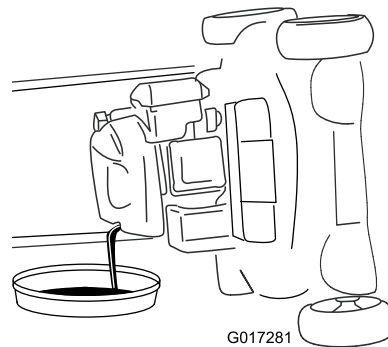

Рисунок 30
4. Для слива отработанного масла через маслозаливную горловину переверните машину набок (чтобы воздушный фильтр был сверху) (**Рисунок 30**).